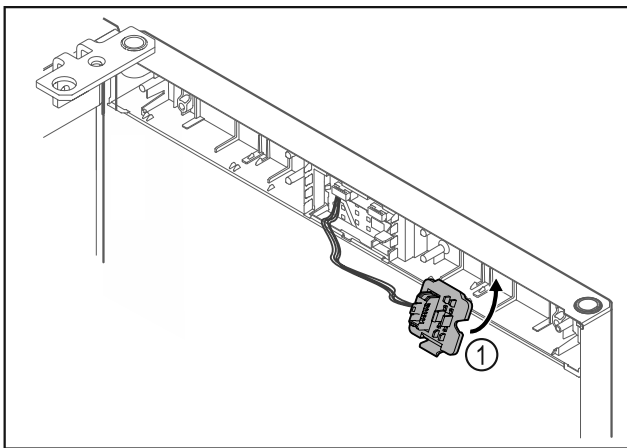

Fig. 15
- ▶ Paina pistokkeenpidin Fig. 15 (1) paikalleen vastakkaiselle puolelle.